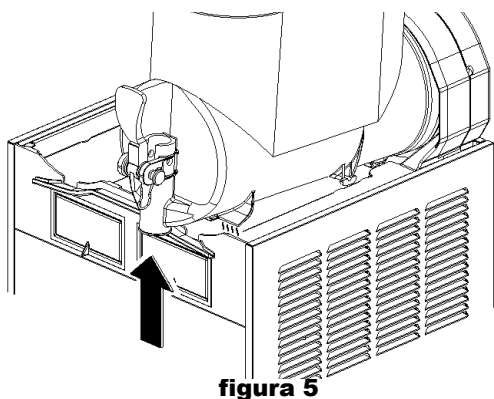

figura 5
- 2** Desmontar el contenedor empujando ligeramente la parte inferior (lado grifo) hacia arriba para dejar libres los ganchos inferiores (ver figura 5) y luego quitarlo por adelante (ver figura